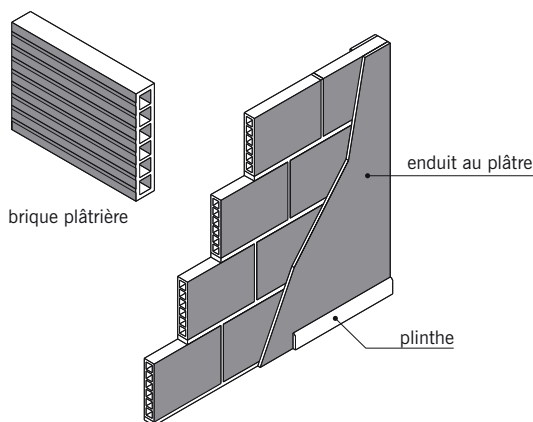

fig. 8.3
- La **cloison en briques plâtrières** (fig. 8.3) : les briques plâtrières (appelées ainsi car souvent assemblées au plâtre) sont des briques creuses dont l'épaisseur varie de 3,5 à 7,5 cm. Leur format moyen est de 20 cm x 50 cm.